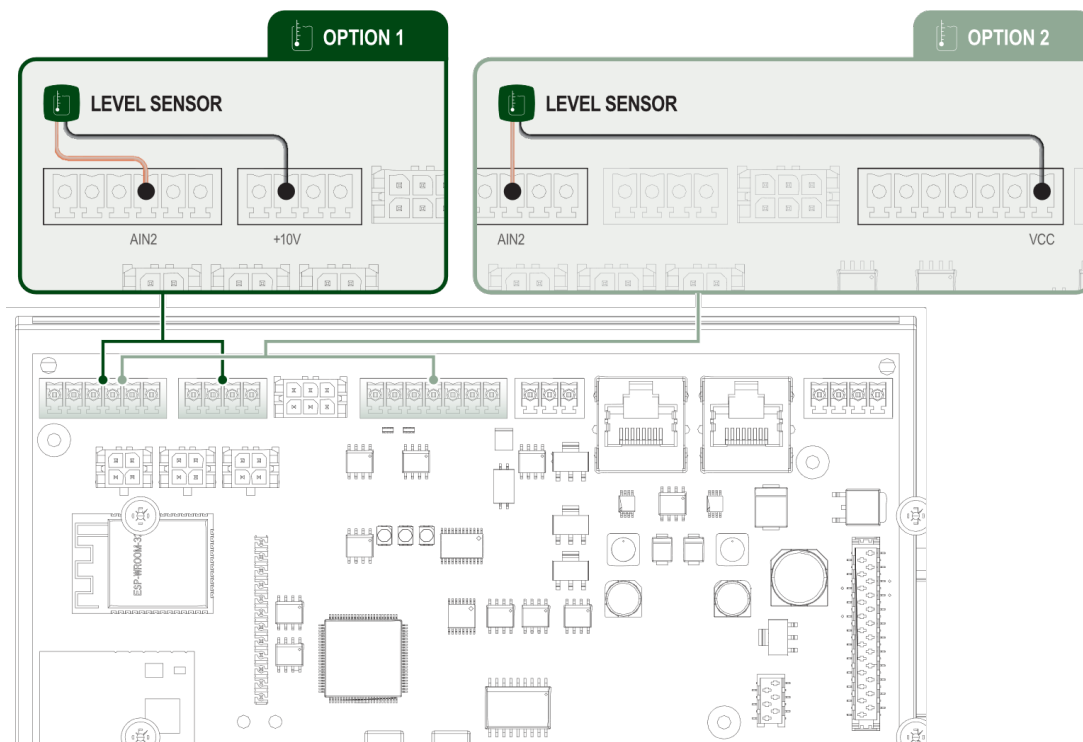

Fig. 18 Collegamento ai morsetti
Esy I/O controlla il livello dell'acqua tramite il sensore di profondità in corrente 4/20 mA a due fili. Il sensore può essere alimentato fino a 12V DC (Opzione 2, vedi Fig. 18), e il range è impostabile dall'app "H2D". Il sensore di livello va direttamente collegato alla morsettiera come in Fig. 18. È possibile il collegamento tramite l'Opzione 1 o l'Opzione 2.
1. Sensore di livello da utilizzare per monitorare il livello dell'acqua nella vasca di raccolta. Per il cablaggio, collegare il cavo di alimentazione al morsetto AIN2 e +10V o AIN2 e VCC (vedi Fig. 18).